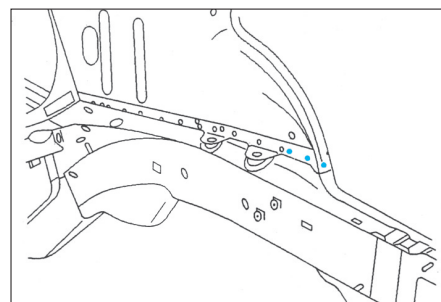

FIG. 44
- Souder par points bouchons au MAG ou MIG (Fig.44).